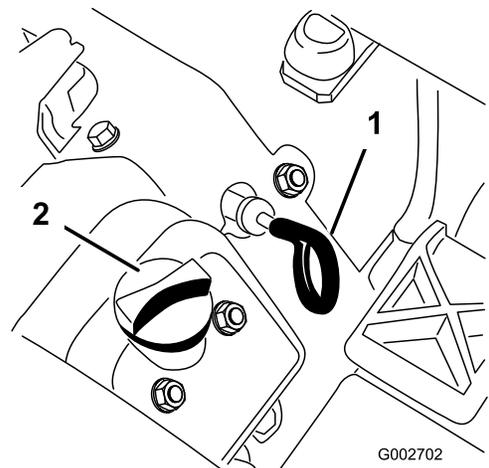

Bild 15
3. Ziehen Sie den Peilstab heraus (**Bild 15**) und wischen Sie ihn mit einem sauberen Lappen ab.